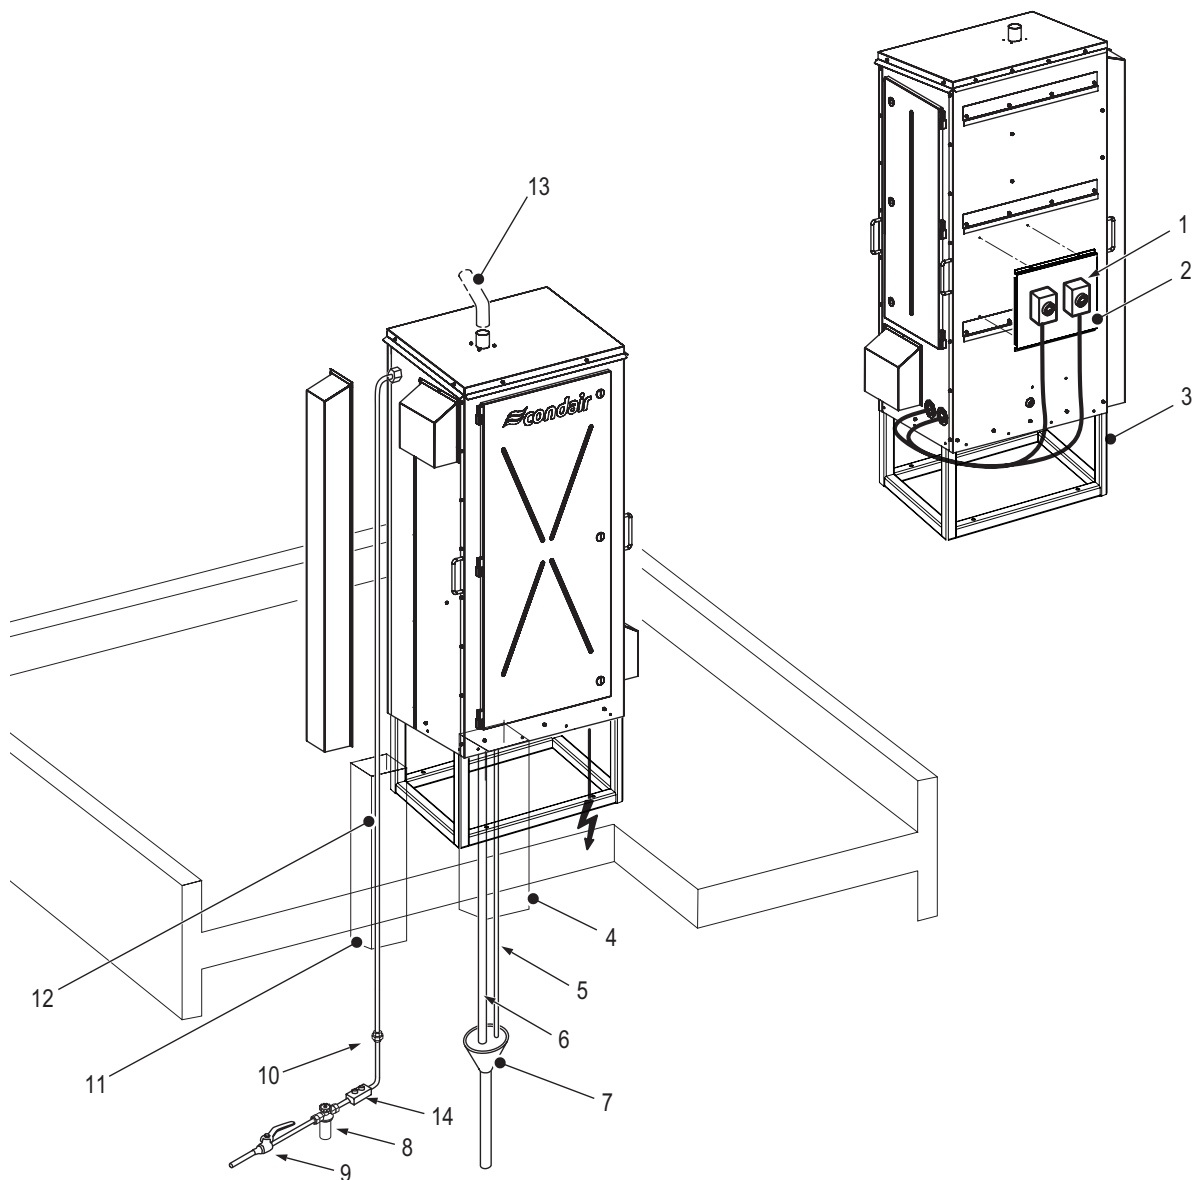

Abb. 6: Typische Installation auf Montagegestell (abgebildet ist das mittelgrosse Gerät)
- an einem Montagegestell, siehe Abb. 6 in Kapitel 5.2.2.
- Hinweis 4:** Der Ablauftrichter sollte sich innerhalb des Gebäudes befinden (empfohlen), wie in Abb. 6 dargestellt. Darüber hinaus sollte er an einen eigenen Gebäudeablauf (empfohlen) mit einer Ablaufkapazität von mindestens 30 l/min pro Dampfzylinder bei einem EL-OC-Gerät und einem RS-OC-Gerät angeschlossen sein. Die Ablaufleitung aus dem Trichter sollte einen Innendurchmesser von mindestens 40 mm haben. Die Ablaufleitungen, die in den Trichter münden, dürfen die Seiten oder den Boden des Trichters nicht berühren. Bei grossen Geräten müssen pro Zylinder getrennte Ablauftrichter für die Ablaufleitungen verwendet werden.